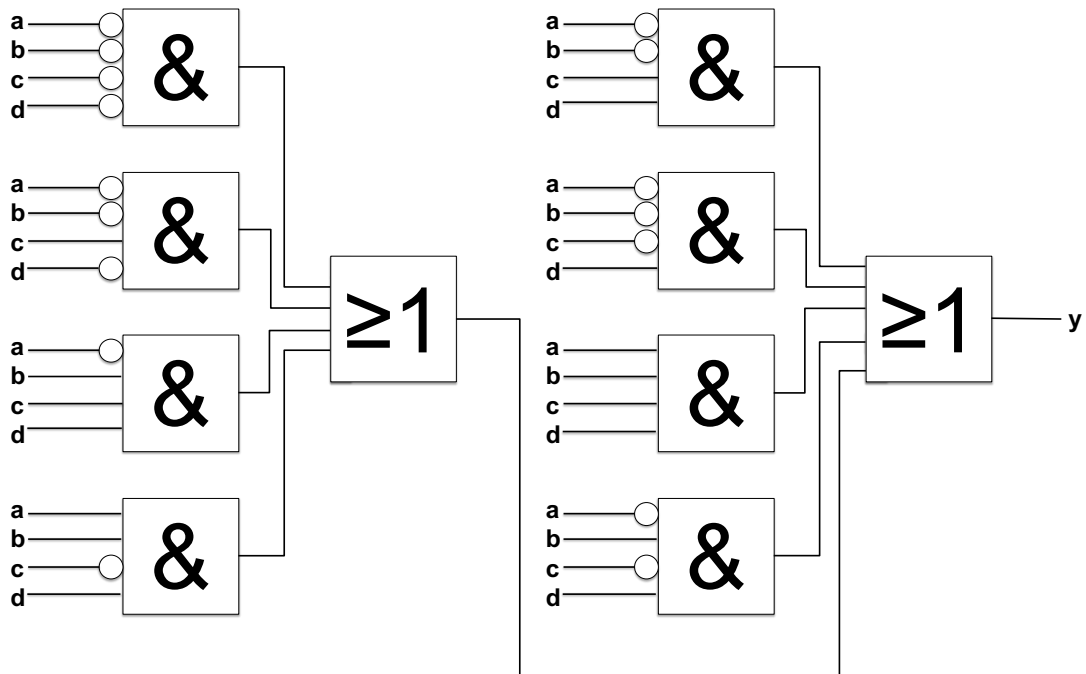

Abbildung 3: Logische Schaltung
Gegeben sei die Schaltung aus Abbildung 3 mit der Schaltungsfunktion $y(a,b,c,d)$. Ihr Ziel ist es, diese Schaltung mit Hilfe eines KV-Diagrammes zu optimieren.
- b) Finden Sie für die Schaltung aus Abbildung 3 mit Hilfe des KV- Diagramms die Menge der Primimplikanten \mathcal{P} für y und geben Sie diese an. Ermitteln Sie ferner die Menge der essentiellen Primimplikanten und bestimmen Sie anschließend die disjunktive Minimalform $y(a,b,c,d)$.